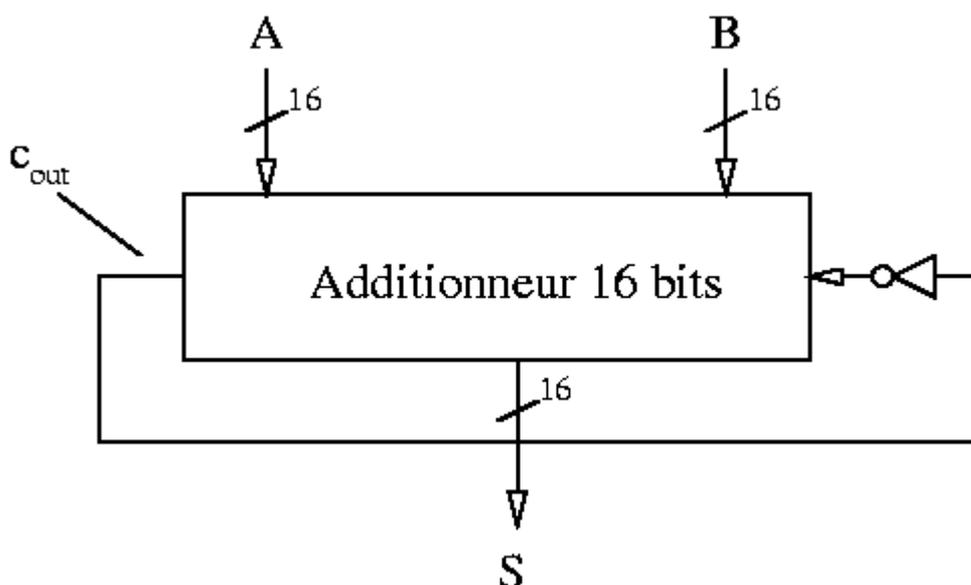

Figure 1
- ❶ Une première solution naïve est celle illustrée par la figure 1. Montrer qu'il est impossible de réaliser ce circuit à l'aide d'un additionneur à retenue propagée (opérateur d'addition dans le code VHDL).